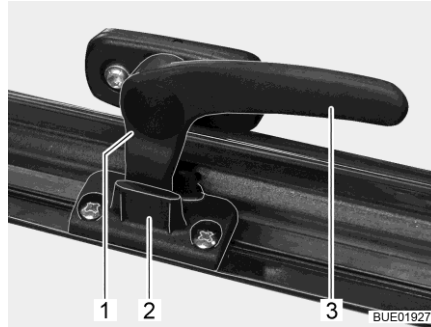

Fig. 21 Palanca de bloqueo (posición de "ventilación continua")
- En la posición "ventilación continua" (Fig. 21)
- Girar la palanca de bloqueo (Fig. 21,3) un cuarto de vuelta hacia la mitad de la ventana.
- Girar la palanca de bloqueo un cuarto de vuelta hacia el marco de la ventana. El saliente de bloqueo (Fig. 21,1) se ha de introducir para ello en el rebaje del bloqueo de la ventana (Fig. 21,2).